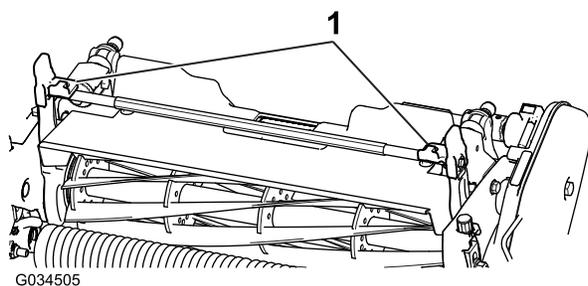
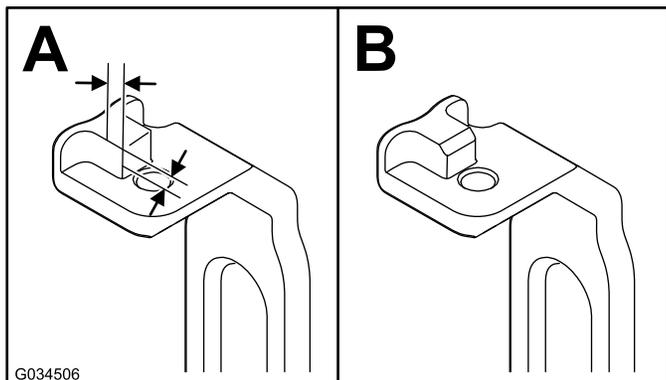

図 4
図 5
2. 左右のピッチアーム 図 4 で、タブのコーナー部分を 2.3 mm 削って 図 5 のようにする。